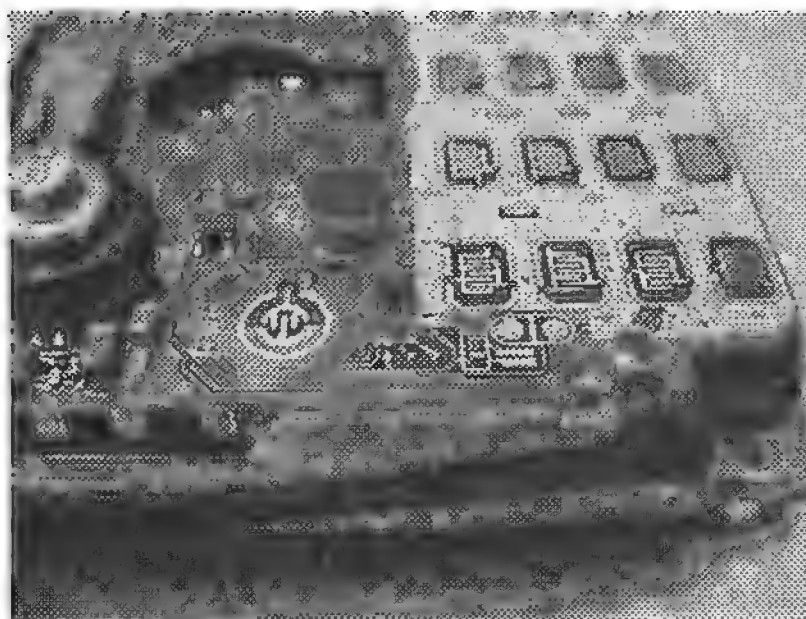

Рис. 6.13 Фото платы радиостанции перед доработкой
8. В левой части платы найдите группу деталей (ниже клавиши включения трансивера), состоящих из двух диодов и резистора. Фотография платы радиостанции перед доработкой представлена на рис. 6.13.